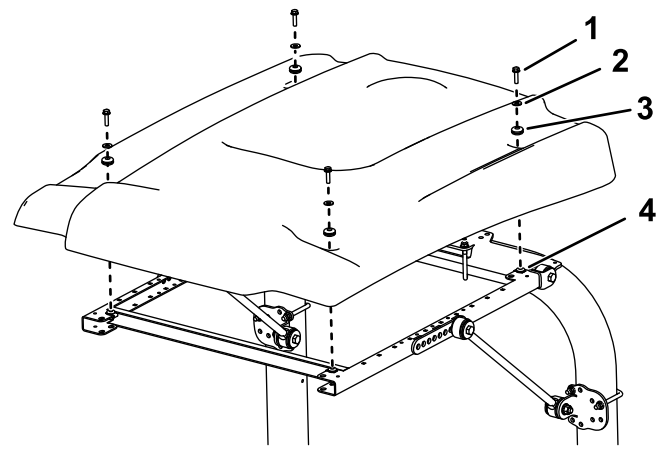

Bild 38
15. Positionieren Sie das Sonnendach beim Ausfluchten der Befestigungslöcher am Rahmen wie in Bild 38 abgebildet.
16. Befestigen Sie jede Ecke des Sonnendachs mit einer Bundkopfschraube ($\frac{5}{16}$ " x $1\frac{1}{4}$ "), einer kleinen Scheiben und einer Scheibe lose am Rahmen (Bild 38).